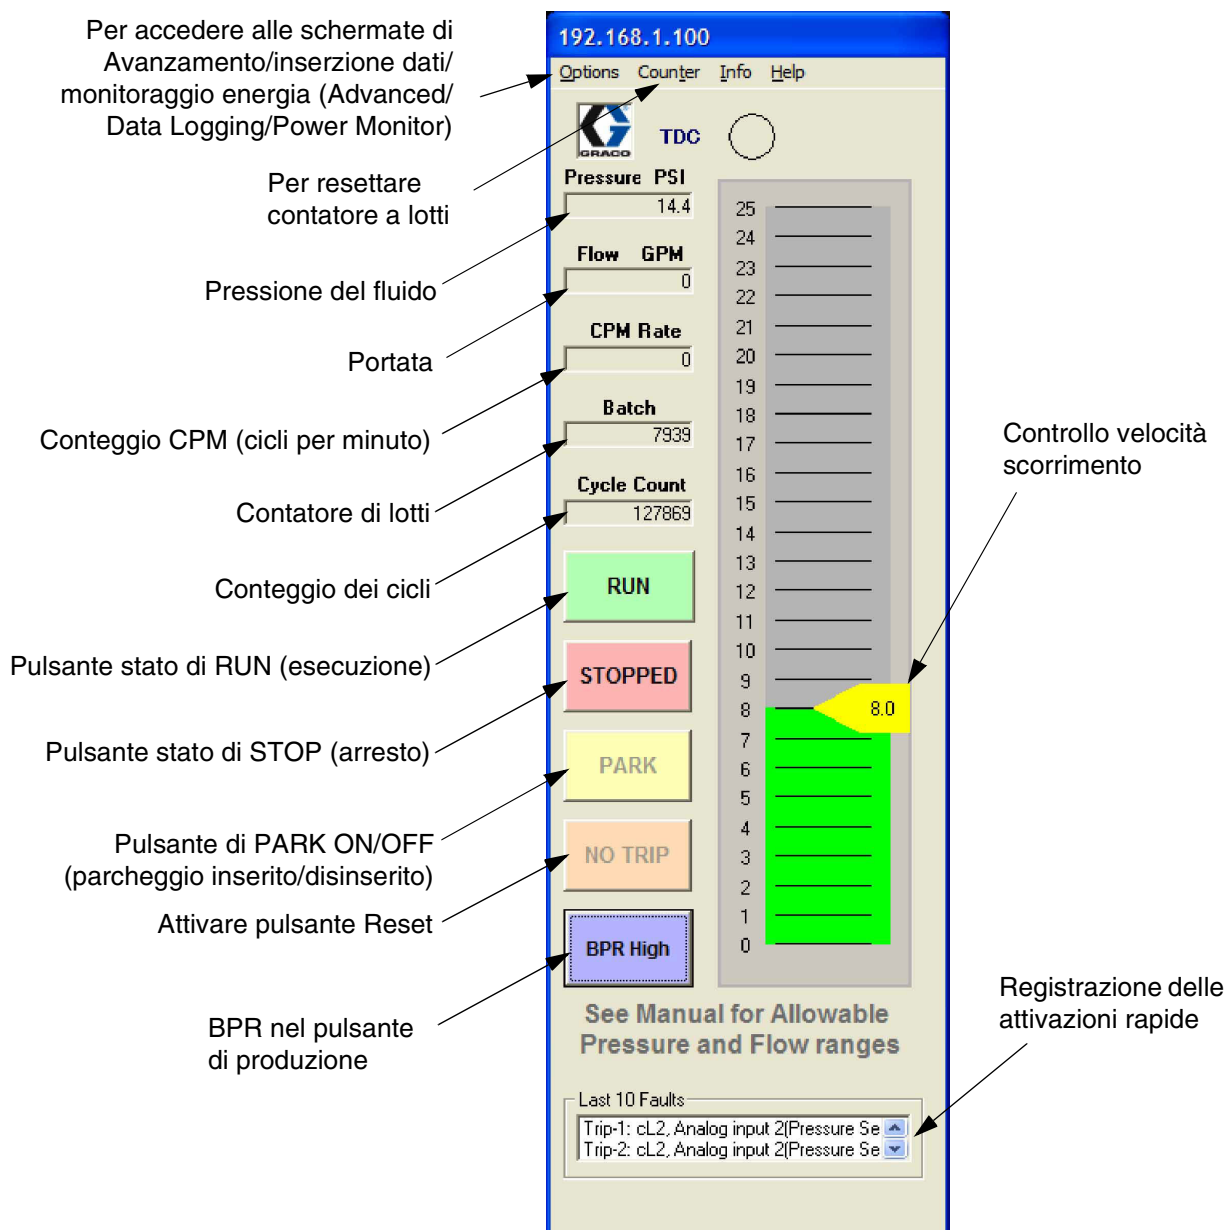

FIG. 22. Schermata esecuzione
- 3. Cliccare CONNECT. Vedere FIG. 19. Viene visualizzato lo schermo esecuzione. Vedere FIG. 22. La finestra di impostazione di rete verrà chiusa quando è ottenuto il collegamento.
Vedere FIG. 22. La scala scorrevole della schermata di Run (esecuzione) imposta la velocità della pompa in unità di portata.
Vedere FIG. 22. I contatori sono attivi sia nel modo remoto che nel modo locale.
Vedere FIG. 22. Nel modo remoto, i pulsanti sono attivi e possono essere usati per controllare la pompa.